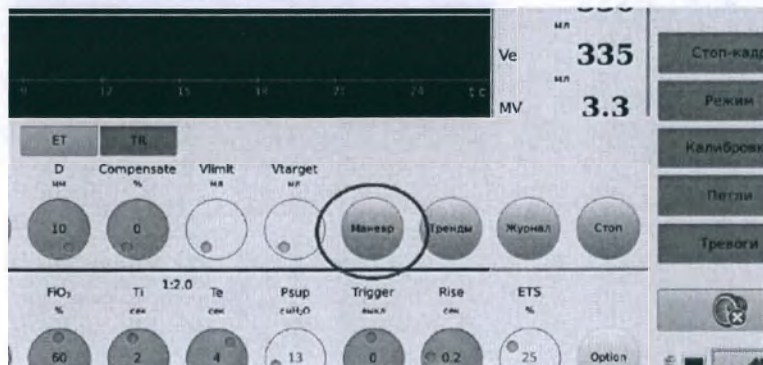

Рисунок 8-19. Кнопка "Маневр"
1. Выберите в меню дополнительных параметров пункт "Маневр" (рисунок 8-19).